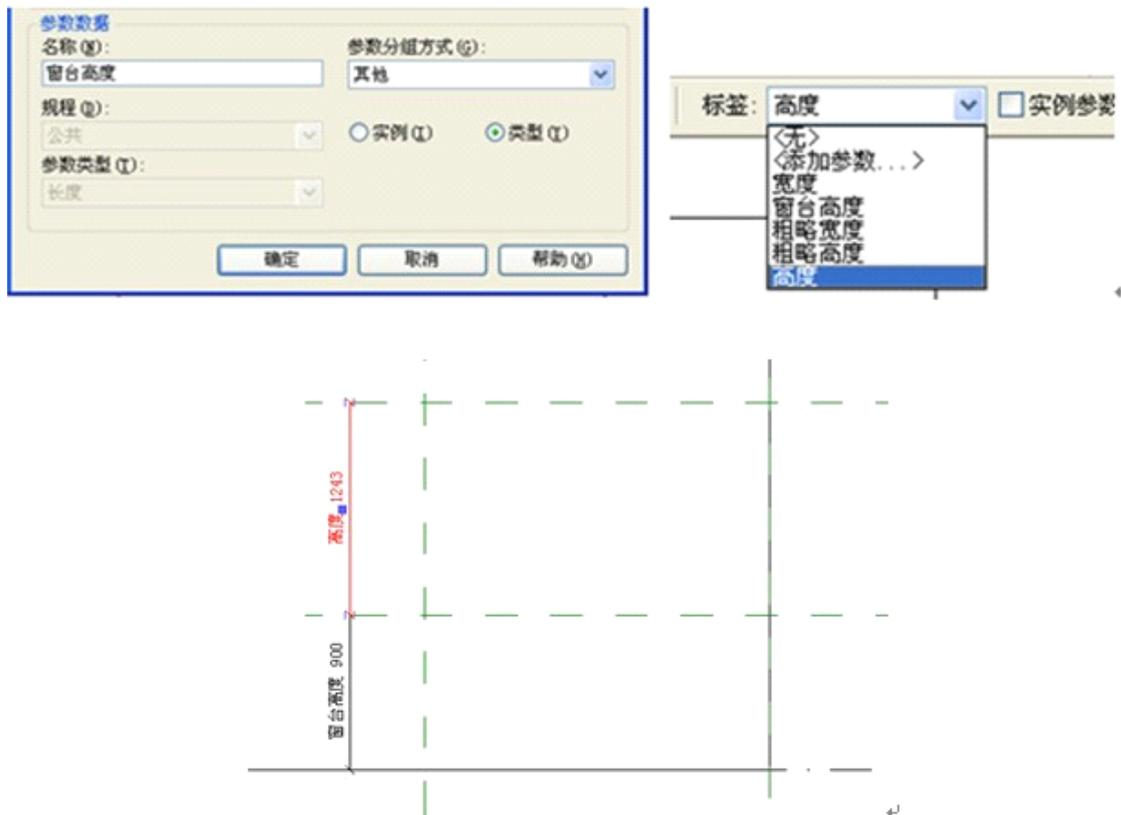

图 19.12-23
- 打开项目浏览器“放置边”立面视图，绘制两条横向参照平面，作为窗的顶高度和窗台高度，并分别标注尺寸标注，添加或绑定参数（如图 19.12-23 所示）。